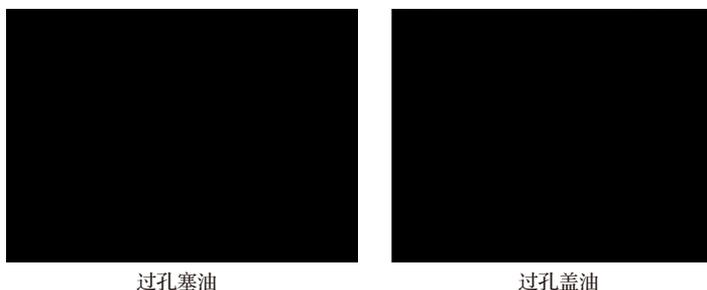

图 6-30 练习题 5 图
- A. 箭头①所指阻焊开窗区域内，对应线路层没有设计铜箔，因此成品 PCB 呈现露基材效果。
- B. 箭头②所指阻焊开窗区域内，对应线路层设计了铜箔，因此成品 PCB 呈现露铜且被喷镀的效果。
- C. 箭头所指的①、② 两处的阻焊层设计了阻焊开窗区域，无论线路是否设计铜箔，都可以做出露铜且被喷镀的效果。
5. 如图 6-30 所示, 过孔盖油工艺, 俗称连塞带印, 采用一次性印刷油墨覆盖过孔的工艺, 优点是生产方便快捷且经济实惠, 缺点是过孔覆盖效果没有过孔塞油好。以下关于过孔盖油可能出现的隐患描述正确的是哪一个? ( )